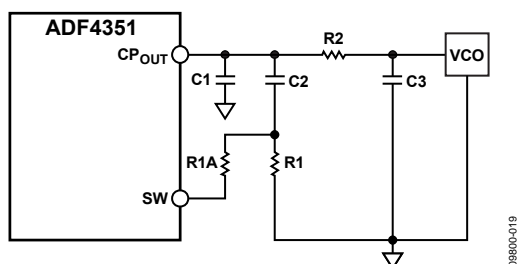

図 32. 高速ロック・ループ・フィルタ・トポロジ 2
- 追加の抵抗 (R1A) を、図 32 に示すように SW から直接接続するようにします。追加の抵抗 (R1A) の値は、ダンピング抵抗 (R1) と追加の抵抗を並列接続した時に、R1 本来の値の 1/4 になるように決めます。